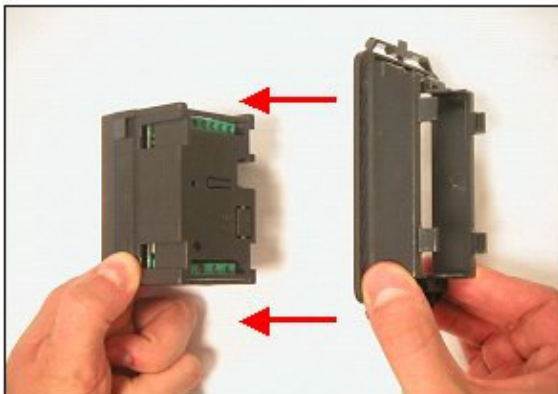

FIG. 3
- RIMUOVERE GLI ADATTATORI DAL RETRO DEL DISPOSITIVO (**FIG. 1-2**) ED INSERIRLO NEL SUPPORTO PORTAPLACCA MULTIMARCA FORNITO NELLA CONFEZIONE (**FIG. 3**)